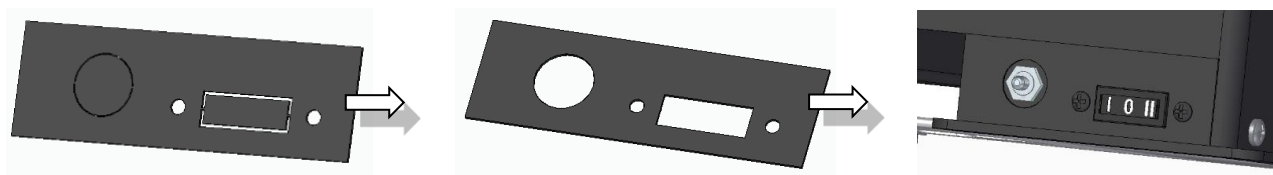

Figura 50 – Fixação do micro-switch e botão On-Off
- c. Por fim, deverá colocar o micro-switch e o botão On-Off no devido local, como mostra a Figura 50, deverá primeiro partir as micro-juntas da chapa que está no equipamento, no canto inferior direito para fixar os componentes.
- d. Depois de colocar os componentes no equipamento, Figura 50, deverá ajustar a patilha que está por baixo da porta, de modo que a porta depois de fechada a patilha acione o micro-switch, ver Figura 51.